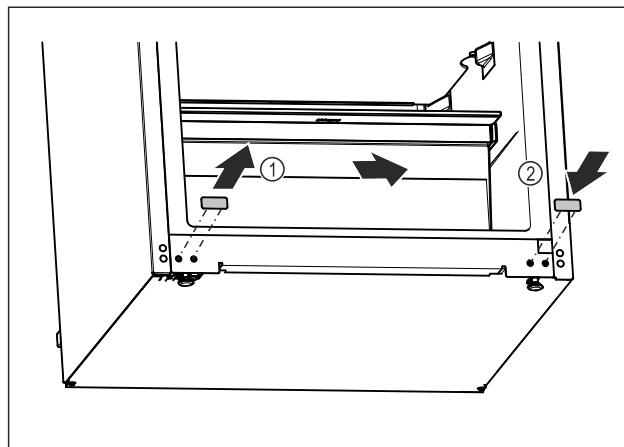

Fig. 16
- ▶ Извлеките заглушку. *Fig. 16 (1)*
- ▶ Установите заглушку на противоположной стороне. *Fig. 16 (2)*